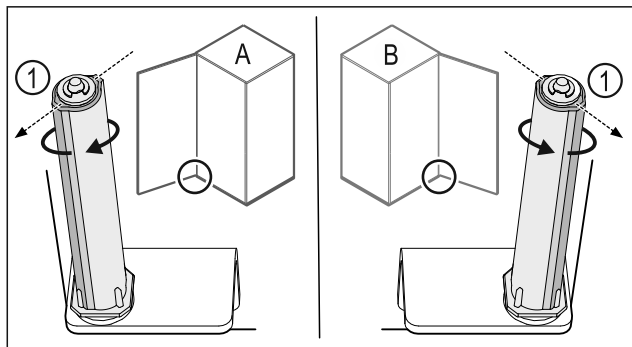

Fig. 31 Левое навешивание (A) / правое навешивание (B)
- ▶ Поворачивайте систему закрытия, преодолевая сопротивление до тех пор, пока ее ребро Fig. 31 (1) не будет направлено наружу.